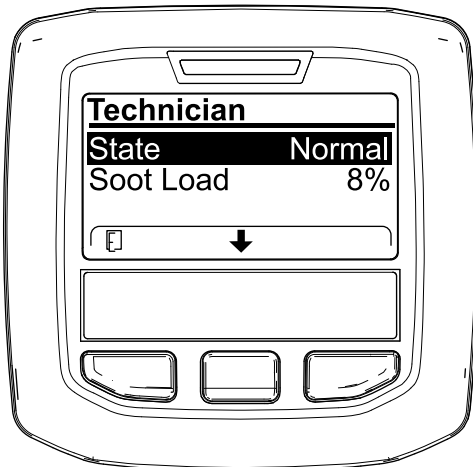

Bild 36
- Lesen Sie in der Tabelle für den Dieselpartikelfilter-Betrieb den aktuellen Zustand des Dieselpartikelfilter-Betriebs nach (Bild 36).